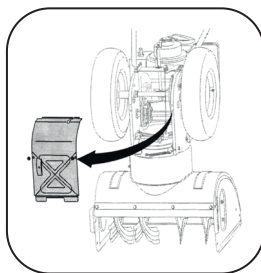

Рис.2
2. Осторожно переверните снегоуборщик вверх так, чтобы он опирался на корпус шнека (Рис.2).
2. Осторожно переверните снегоуборщик так, чтобы он опирался на корпус шнека. Снимите крышку рамы с нижней стороны снегоуборщика, открутив четыре самореза, которыми она крепится (Рис.2).